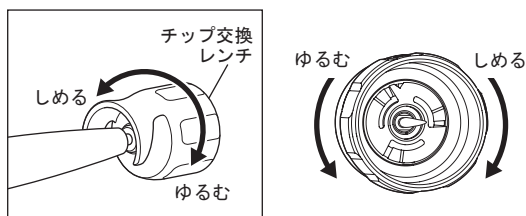

図8
- 2) チップの上からチップ交換レンチの穴を通し、チップの四角になっている部分を合わせて挿し込みます。次にチップ交換レンチを締め付け「カチッ、カチッ」と空まわりするまで締め付けます(図8)。その際はハンドピースを持ち、ハンドピースコードがねじれないようにしてください。
チップを取り外す際は、図8のゆるむ方向へ回しゆるめます。